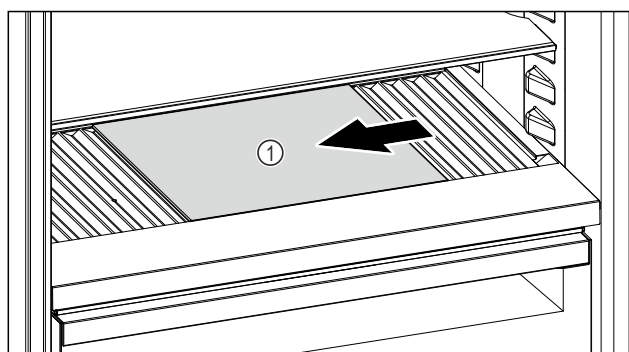

Fig. 204
- Posuňte sklenú dosku Fig. 204 (1) doľava, do stredu alebo doprava.